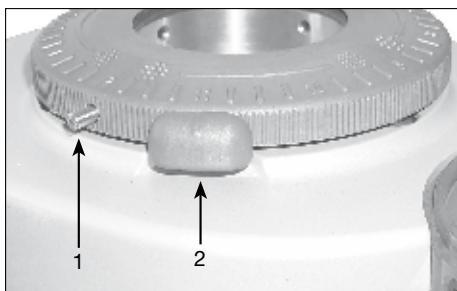

Fig. 1 - Montage correct
7. Pour finir, mettre en place la bague filetée de réglage en faisant attention que la vis de blocage de la trémie se trouve en avant, dans le sens contraire aux aiguilles d'une montre, par rapport au goujon d'arrêt des broyeurs, comme l'indique la figure 1.